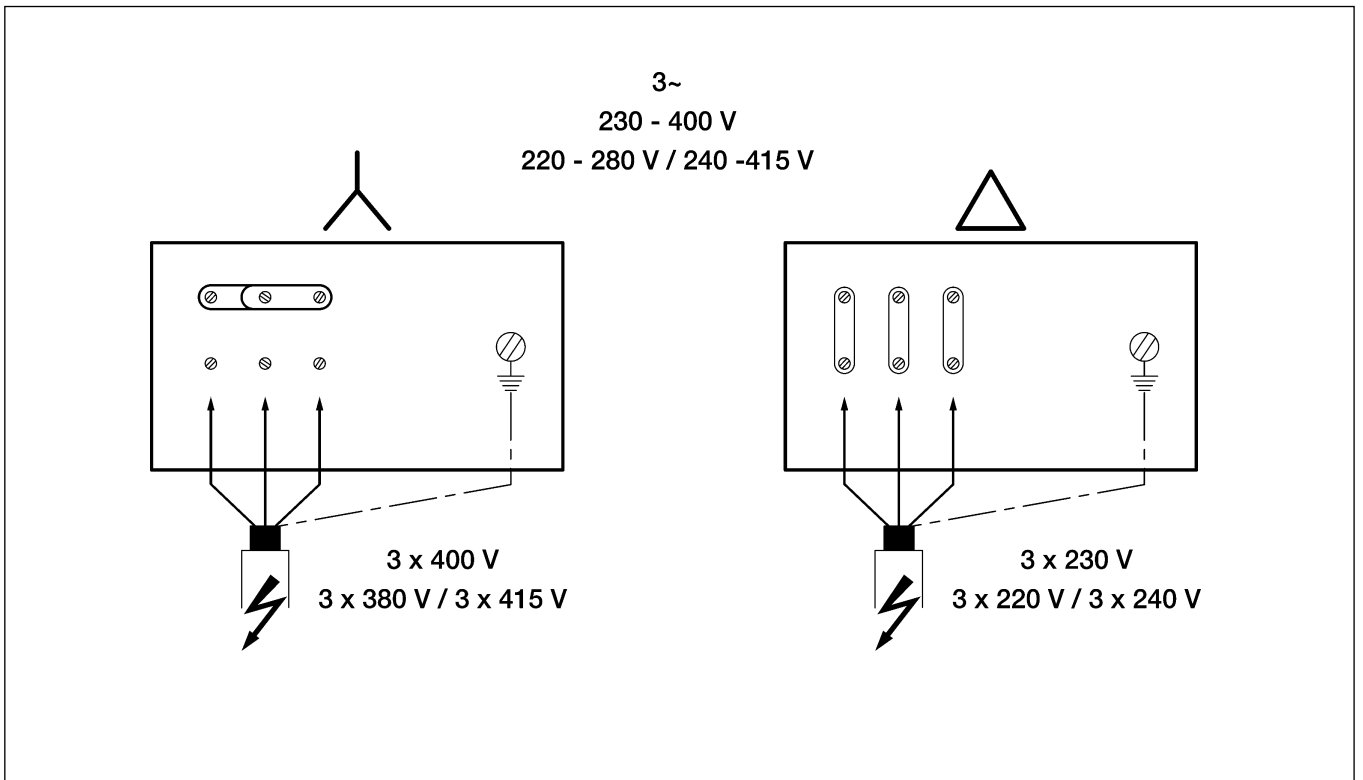

Fig. 3
- Подключение трехфазных моторов производится согласно рис. 3 (клеммная коробка мотора).